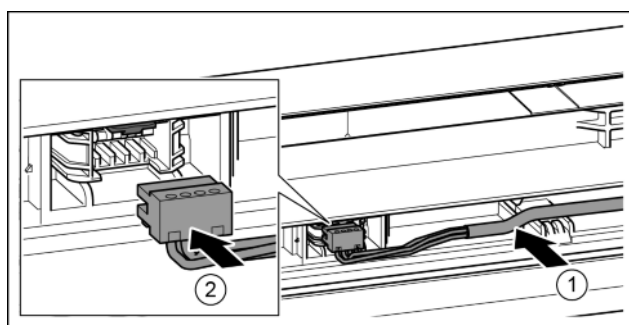

Fig. 36
- ▶ Вставить серый кабель в направляющую в верхней двери. Fig. 36 (1)
- ▶ Зафиксировать штекер. Fig. 36 (2)